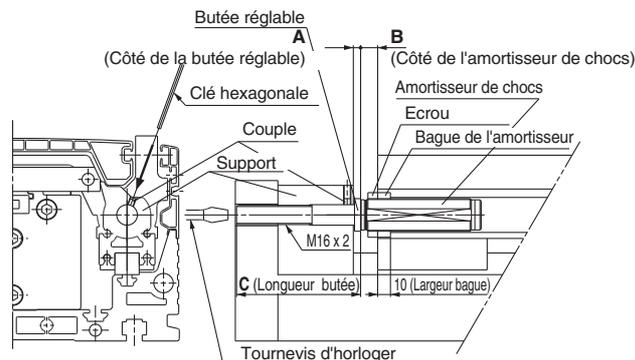

Figure 1. Réglage de la course
1. Pour régler la butée réglable (Fig. 1) tout en respectant la plage de réglage A, insérez une clé hexagonale pour desserrer la vis CHC d'un tour environ et, ensuite, réglez la butée à l'aide d'un tournevis à tête plate.